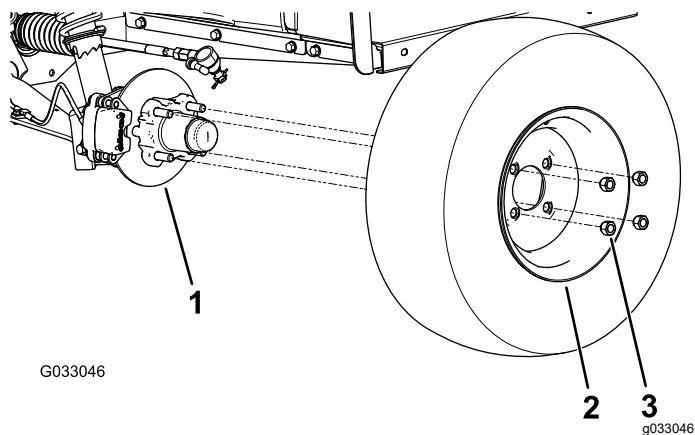

Figure 26
2. Retirez les 4 écrous de roue qui fixent la roue au moyeu (Figure 26).
4. Alignez les trous dans la roue et les goujons du moyeu puis montez la roue sur le moyeu en plaçant la valve à l'extérieur (Figure 26).
5. Fixez la roue au moyeu avec les écrous de roue (Figure 26).